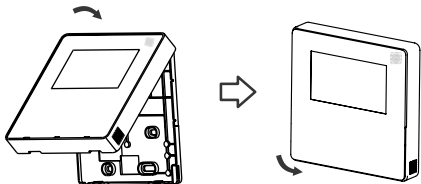

Abb. 3-9
- Nachdem Sie das obere Gehäuse eingestellt haben, schnallen Sie das obere Gehäuse fest. Vermeiden Sie ein Verklemmen der Verkabelung während der Installation. (Abb. 3-9)